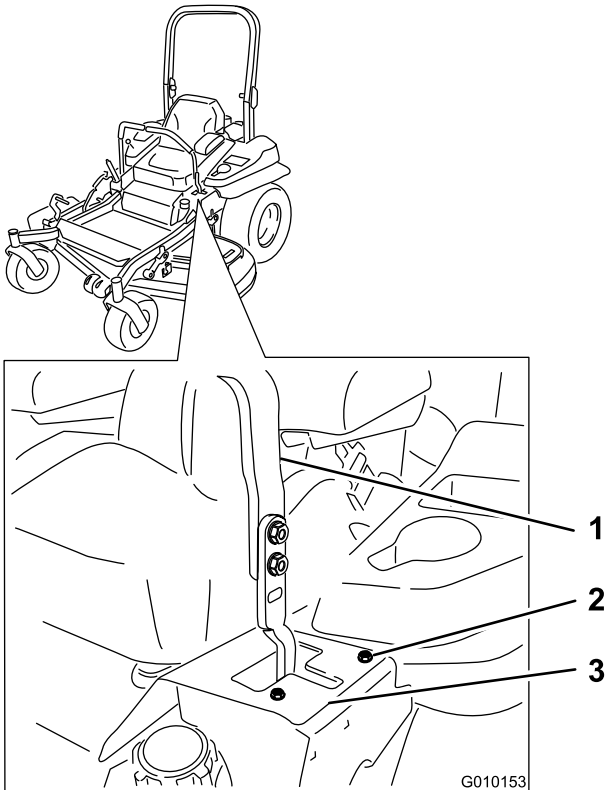

Figura 55
6. Se la macchina tende a destra, allentate i bulloni e regolate la piastra della battuta sinistra spostandola indietro sulla fessura a T sinistra finché la macchina non procede in linea retta (Figura 55).
7. Se tende a sinistra, allentate i bulloni e regolate la piastra della battuta destra spostandola indietro sulla fessura a T destra finché la macchina non procede in linea retta (Figura 55).
8. Serrate i bulloni della piastra della battuta (Figura 55).